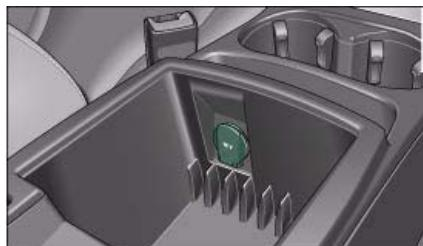
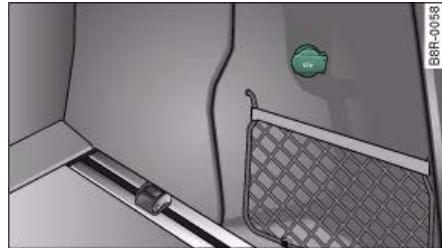

Fig. 69 Consola central delantera: Toma de corriente de 12 voltios*
Fig. 70 Revestimiento lateral del maletero:
- Abra la tapa de la toma de corriente ⇒ página 66, fig. 69 o ⇒ fig. 70.